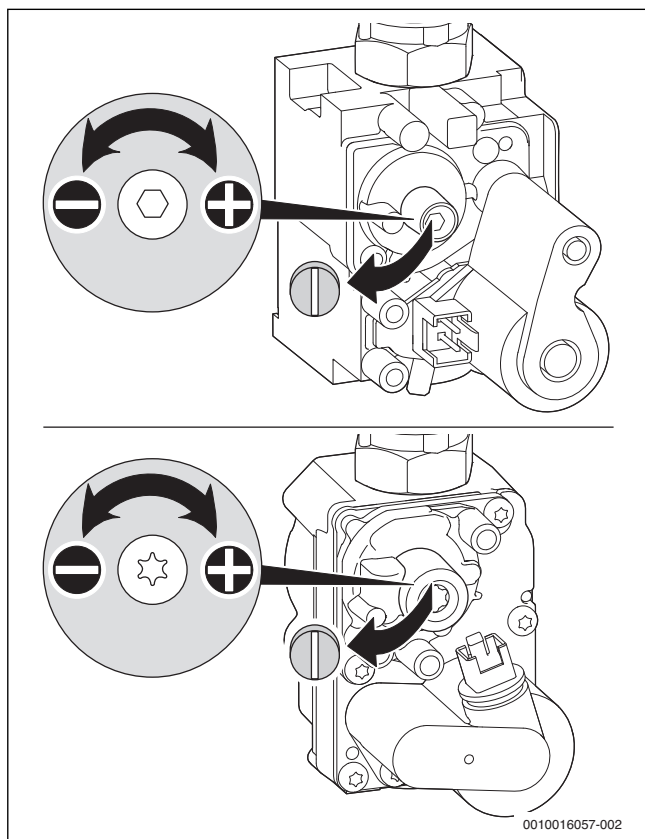

Fig. 37 Înlăturarea sigiliului de la șurubul de reglaj
- Dacă valoarea se află între  $-0,11$  și  $-0,21$  mbar, reglați presiunea diferențială conform reprezentării de mai jos (→ Fig. 37).